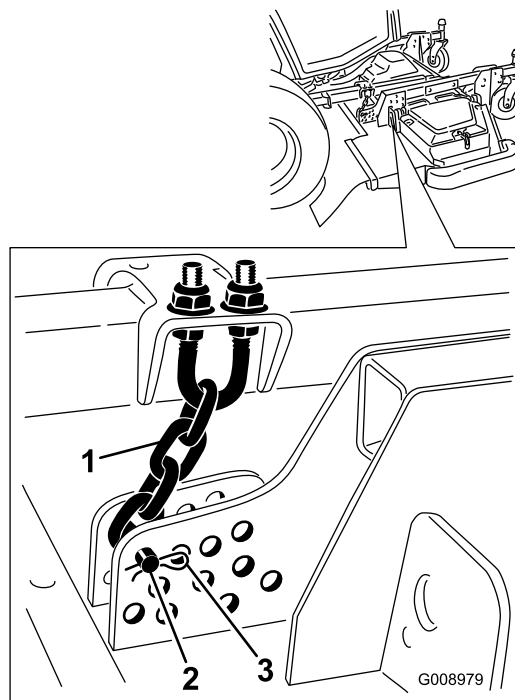

Рисунок 134
4. Снимите игольчатый шплинт и шплинтуемый штифт, которые крепят цепи регулировки высоты скашивания к задней части режущего блока (Рисунок 134).